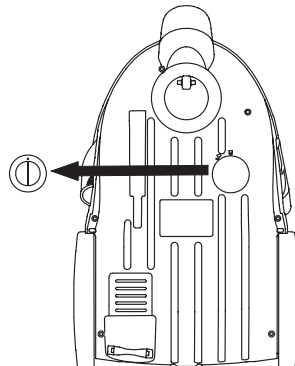

Fig. 19
2. Retire cualquier elemento que bloquee el tubo metálico telescópico. Véase la fig. 19.
3. Vuelva a fijar la cubierta de plástico en la unidad. Véase la fig. 19.